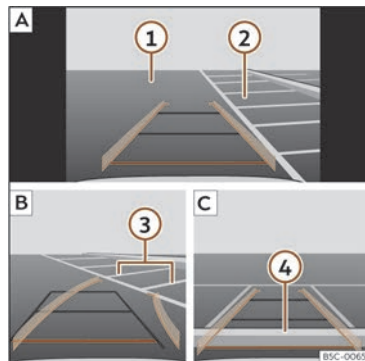

Fig. 139 Afișaj pe ecranul sistemului Infotainment: parcare cu asistența la deplasarea în marșarier.
Explicație pentru >>> **fig. 139:**
- Opriți autovehiculul în fața locului de parcare >>> **fig. 139** **2** **A**.